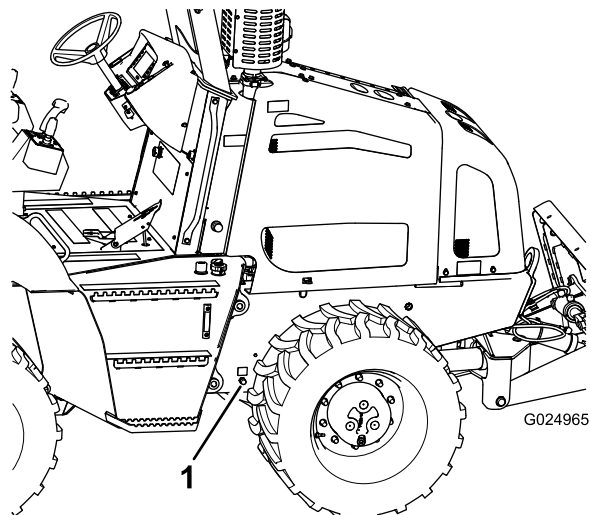

Figure 69
4. Placez un bac de vidange d'au moins 20 L (21 ptes américaines) de capacité sous le raccord de vidange d'huile moteur (Figure 69).
5. Enlevez le bouchon du raccord de vidange et vidangez complètement l'huile moteur (Figure 69).
- Remettez le bouchon sur le raccord de vidange (Figure 69).
- Enlevez le bouchon de remplissage d'huile du couvre-culasse en le dévissant et en le tirant vers le haut (Figure 69).